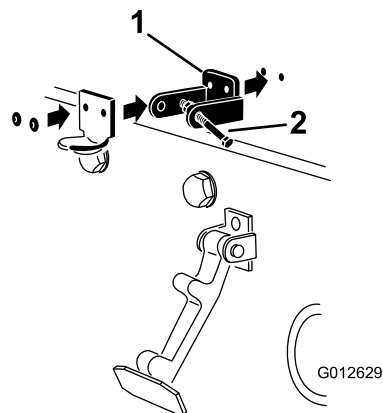

Figura 5
4. În timp ce alinai orificiile de montare, poziționezi pe capotă suportul de blocare CE și suportul clichetului capotei (Figura 5).
6. Nitui suportul și aibele pe capotă (Figura 5).